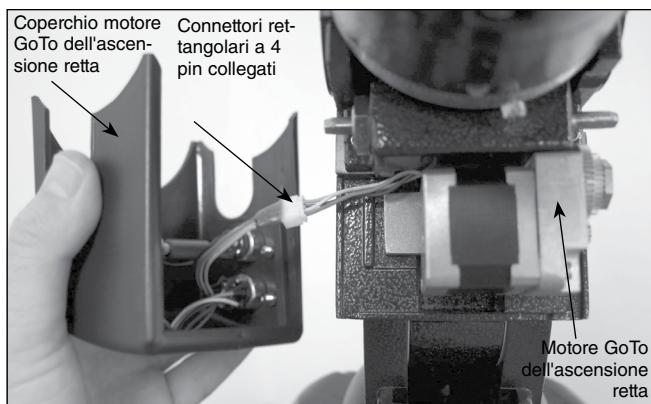

Figura 7. Cablaggio del motore GoTo dell'ascensione retta
6. Prendere il coperchio del motore GoTo dell'ascensione retta e tenerlo vicino al motore installato. Sulla parte interna del coperchio del motore, si vedrà una serie di cavi con un connettore rettangolare a 4 pin bianco attaccato. Collegare con cautela il connettore rettangolare a 4 pin attaccato al coperchio del motore GoTo dell'ascensione retta al connettore rettangolare a 4 pin corrispondente sul motore GoTo dell'ascensione retta. Una volta collegato, il cablaggio del motore GoTo dell'ascensione retta dovrebbe assomigliare alla **Figura 7**.